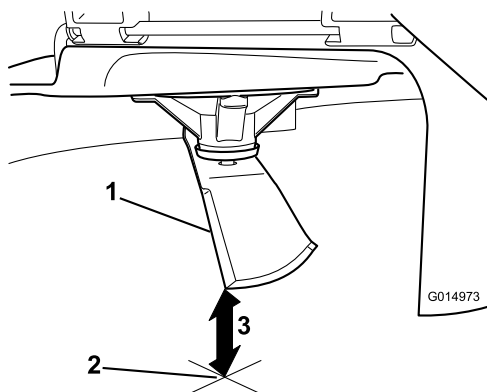

Figure 103
3. Mesurez la distance entre la pointe de la lame et la surface plane (Figure 103).